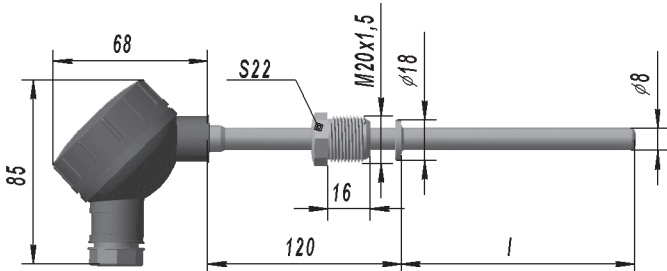

Рис. 1
- защищенность от воды и пыли со стороны выводов по ГОСТ-14254 - IP54 (рис.1,2,3), IP00 (рис.4);
Рис. 1 на трубе 1/2"